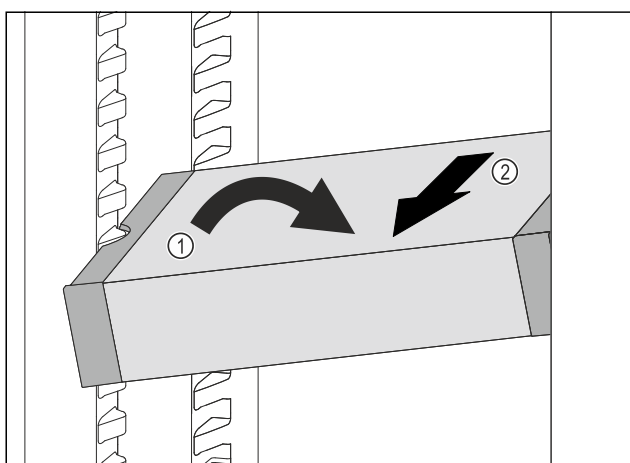

Fig. 139
- Plasser VarioSafe skrått i kjøleskapet. Fig. 139 (1)
- Ta ut VarioSafe ved å trekke den forover. Fig. 139 (2)